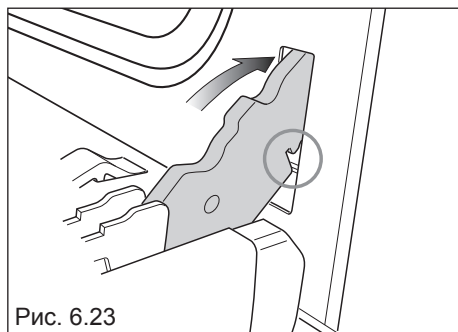

Рис. 6.23
2. Вставьте петли в пазы, как показано на рис. 6.23.